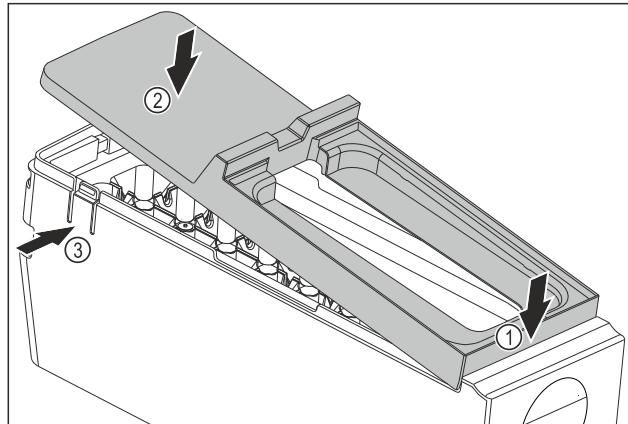

Fig. 94
- Встановіть кришку корпусу EasyTwist-Ice: Прикріпіть кришку спереду. Fig. 94 (1)
- Опустіть кришку ззаду. Fig. 94 (2)
- ▷ Кришка зі звуком фіксується в обох виступах Fig. 94 (3).